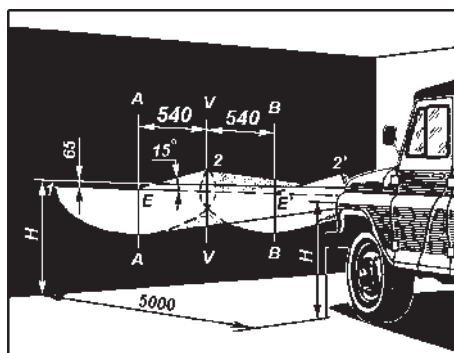

Рис. 9.37. Разметка экрана для регулировки фар:
1. Установите полностью запрошенный и снаряженный автомобиль с нормальным давлением воздуха в шинах и нагруженным сиденьем водителя 750 Н (75 кгс) на ровной горизонтальной площадке на расстоянии 5 м от экрана со специальной разметкой (рис. 9.37).